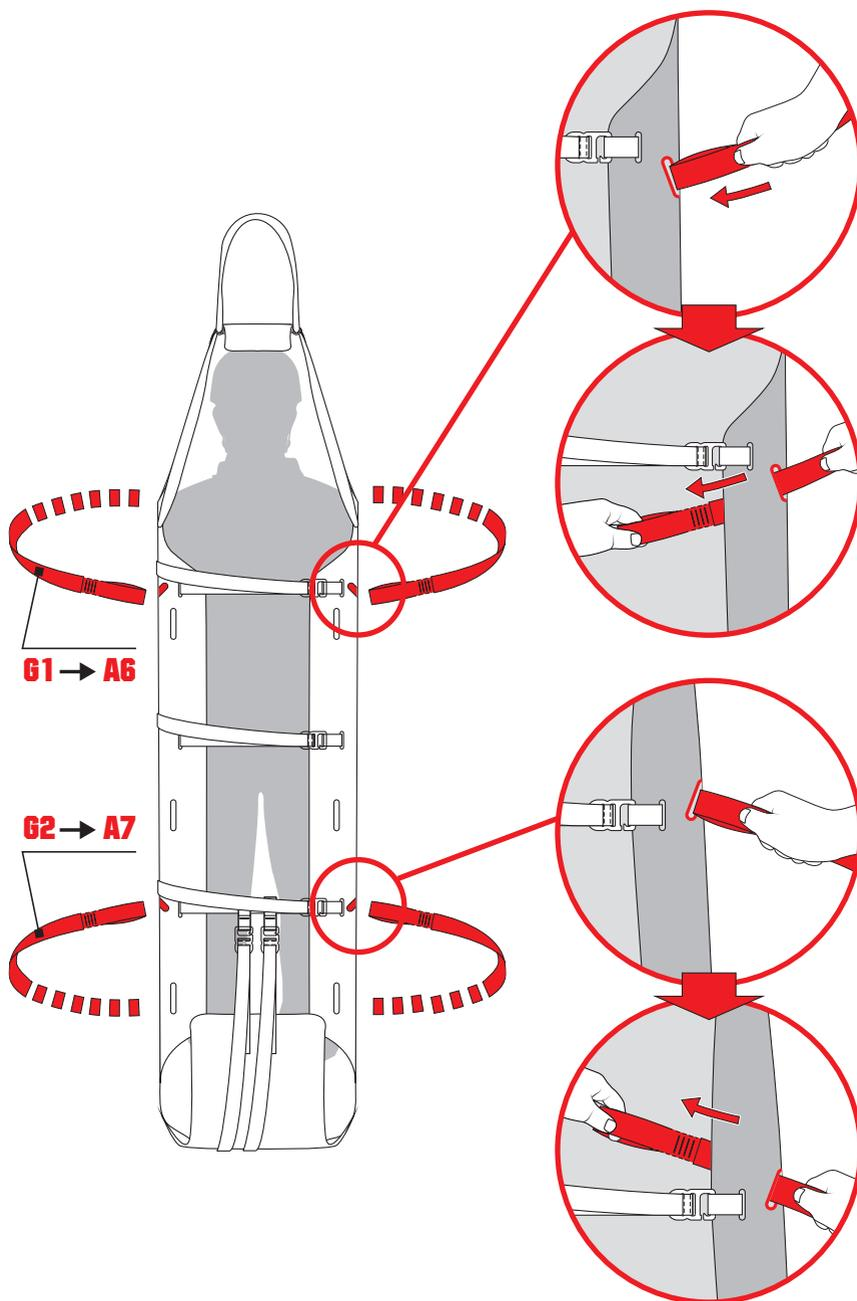

Fig.17
b) sollevamento e/o trasporto: inserire la sospendita corta (G1) nelle asole A6 e quella lunga (G2) nelle asole A7 del piano di appoggio (fig. 17),